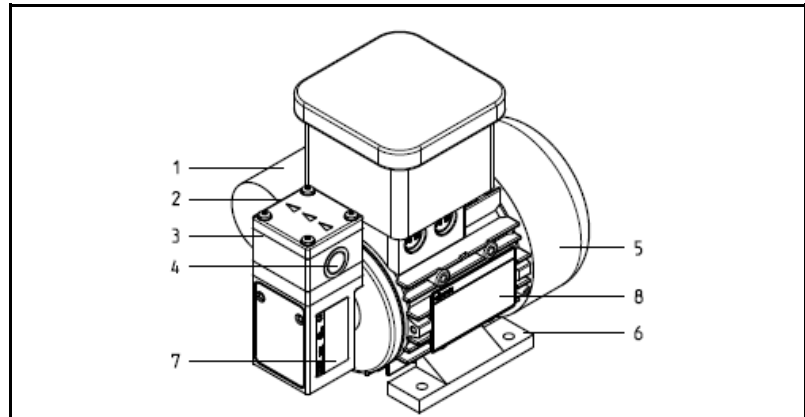

Fig. 1: Pompe à liquides à membrane
* La tête de pompe se compose d'une plaque de connexion et d'une culasse (Fig. 1)